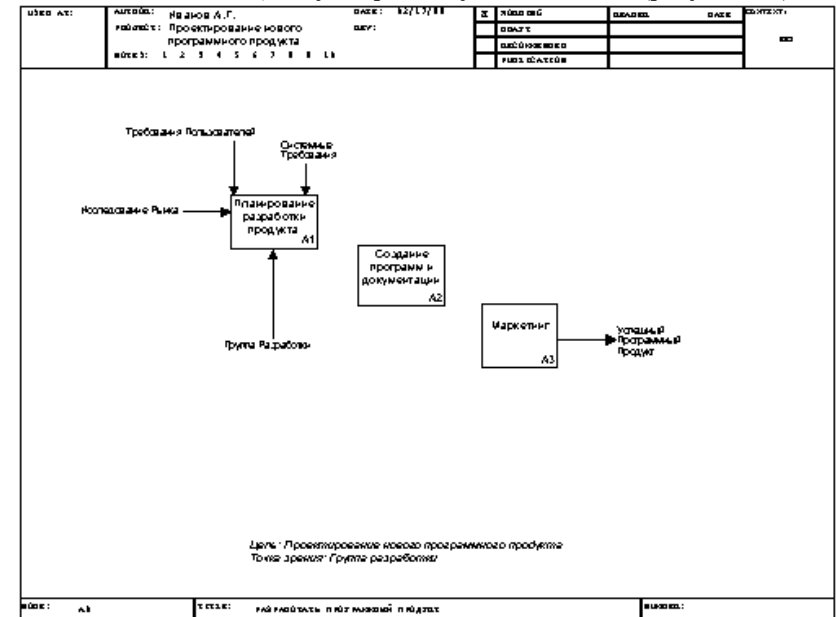

Рисунок 2.6 - Соединение с помощью дуг портовые узлы с блоками
- * Соедините с помощью дуг портовые узлы с блоками (рисунок 2.6)